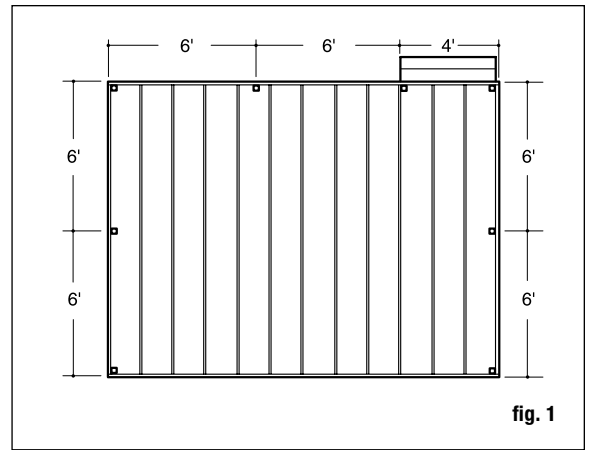

fig. 1
Paso 1 Determine el número de postes de barandal necesarios para su terraza. El espacio entre postes es de 6 u 8 pies entre centros. Ejemplo: Una terraza de 12 x 16 pies anexa a un edificio con una entrada de 4 pies en un lado necesitará en total ocho postes (fig. 1).